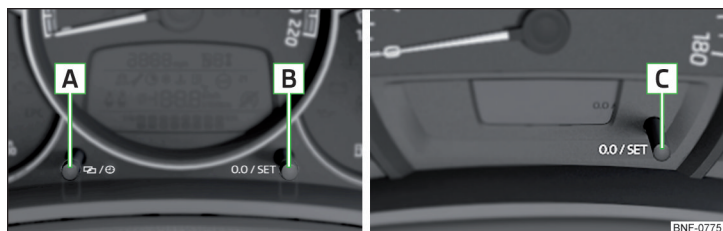

Fig. 23 Tastele din panoul de bord: varianta 1 și 2 / varianta 3
- › Mențineți apăsată tasta **C** » fig. 23 la pagina 32, până când afișajul orei / temperaturii exterioare clipește.
- › Mențineți apăsată tasta **A** » fig. 23, până când afișajul orei începe să clipească pe display.
- › Mențineți apăsată tasta **C** » fig. 23, până când afișajul orei clipește.
- › Apăsați tasta **B** resp. **C** » fig. 23 la pagina 32.
- › Selectați contorul pentru distanța parcursă (trip) și mențineți apăsată tasta **B** resp. **C** » fig. 23 la pagina 32.